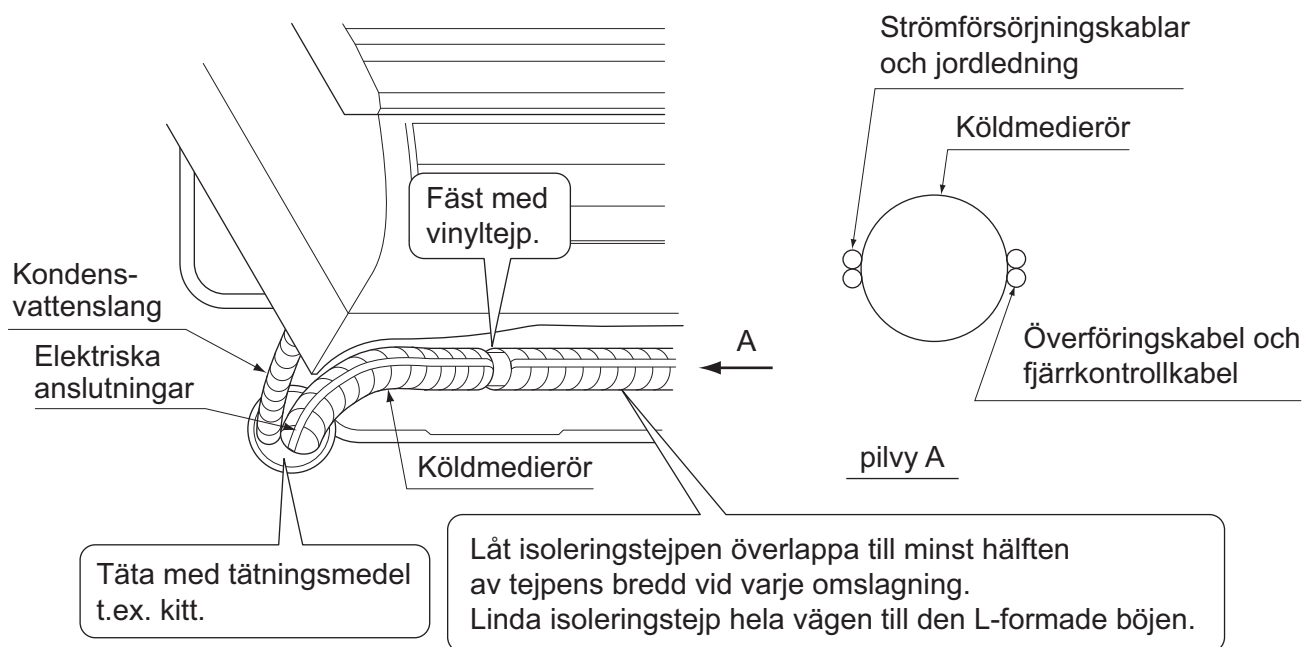

Bild 10
(7) För strömförsörjningskablar, överföringskabel, jordkabel och fjärrkontrollkabel genom kabelguiden på inomhusenhetens baksida och ut på framsidan.
(8) Anslut rören. (Se "5.KÖLDMEDIERÖRDRAGNING" och bild 10)